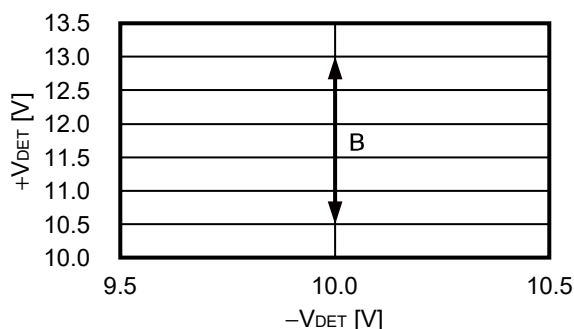

図6 検出電圧、解除電圧設定可能領域 ($-V_{DET} > 10.0$ V)
2. S-19110シリーズの検出電圧は10.0 V max.ですが、SENSE検出品の $-V_{DET} = 10.0$ V品では、図6のBの領域の解除電圧となります。外付け抵抗を用いて10.0 Vを越える検出電圧を設定する場合は、検出電圧との差が5.0% ~ 30.0%の範囲となる解除電圧を設定することができます。詳細は、「■ 動作説明」、「2. SENSE端子」を参照してください。